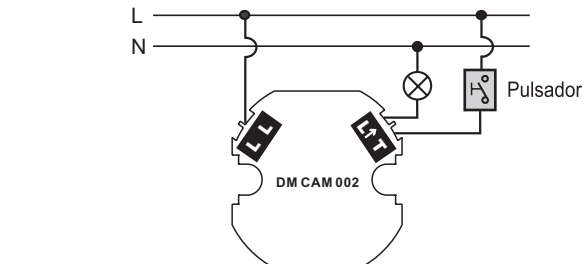

FIG.6
- 1 Conexión de un DM CAM 002 como un interruptor unipolar + un pulsador adicional. (FIG.6)
1. Instalar el detector correctamente de acuerdo con las FIG 6, 7 A, 7 B, 8 A, 8 B, 8 C y 9 y asegurarse que todas las conexiones están bien realizadas.